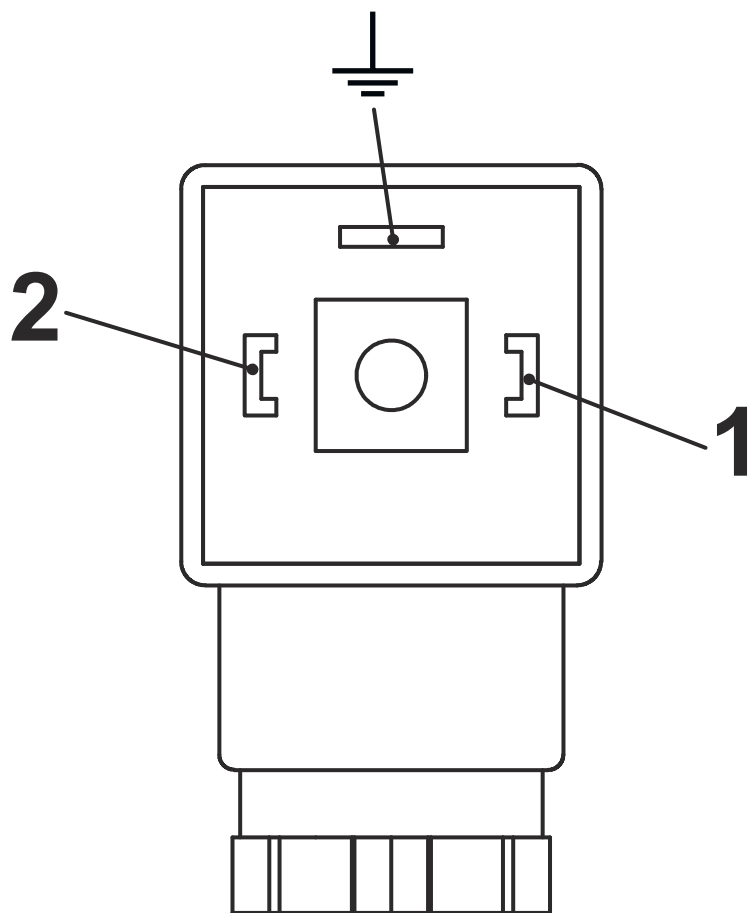
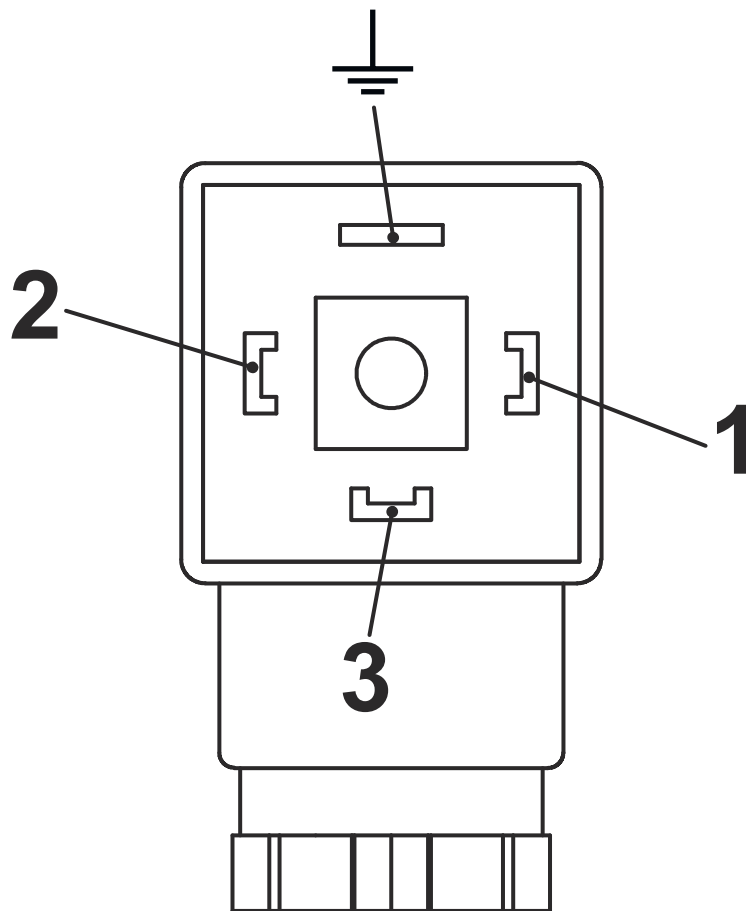

Abb. 26: Pin-Belegung Steckerdose Schließer (Form 15x50)
Abb. 27: Pin-Belegung Steckerdose Wechsler (Form 15x50)
- 6.** ➤ Nehmen Sie den Anschluss gemäß den Anschlussbildern (*Abb. 26* und *Abb. 27*) vor